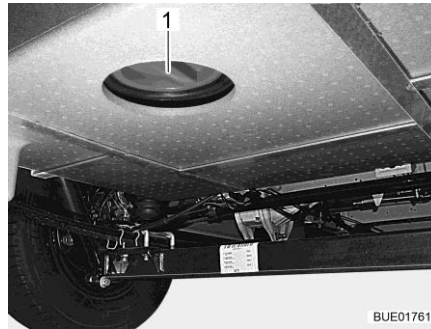

Bild 213 Reinigungsoffnung (Abwassertank)
- Reinigungsoffnung (Bild 213,1) am Abwassertank und den Ablasshahn öffnen.